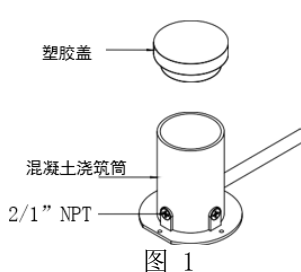

图 1
1. 在安装位置用螺丝将混凝土浇筑筒固定在施工地面底部，为保证正确对齐，确保浇筑罐的平坦边缘与地面平行图<图1>；